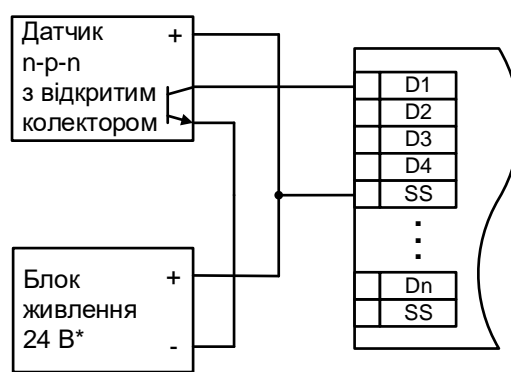

Рисунок 5.8 – Схема підключення датчиків п-р-п типу з відкритим колектором
- транзисторний ключ типу n-p-n (див. рисунок 5.8);